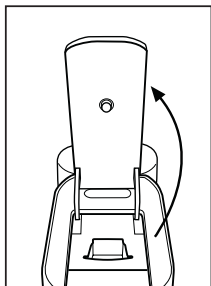

Abb. 6
- Klappen Sie den Steuerhebel (1) langsam nach oben (**Abb. 6**) und setzen Sie eine Kapsel in die vorgesehene Öffnung ein. (**Abb. 7**)